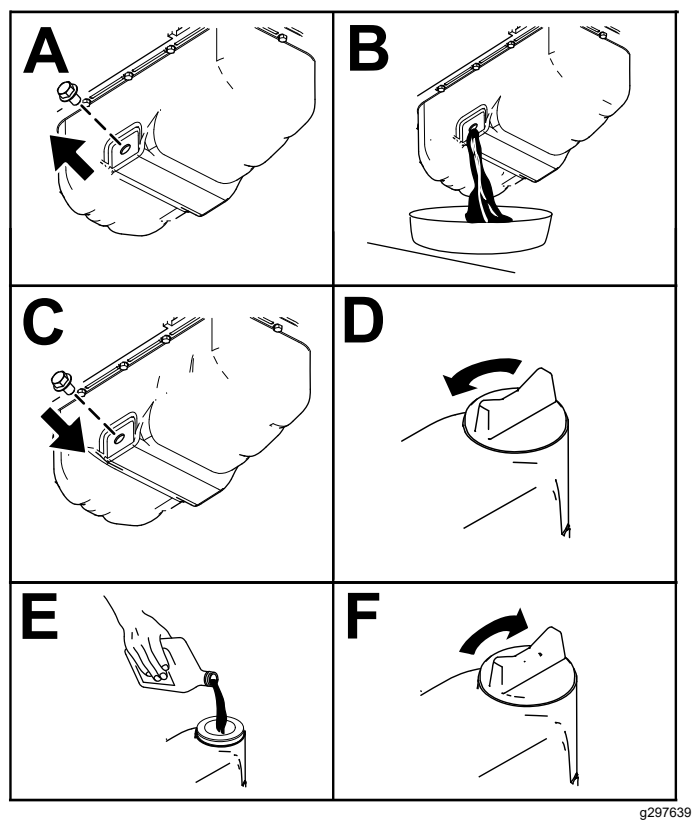

Figura 53
- Schimbai uleiul de motor conform indicațiilor din Figura 53.